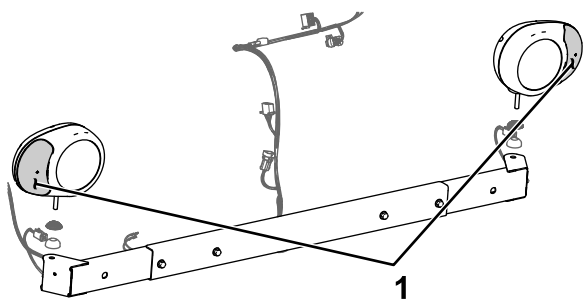

Figura 13
1. Alinee los focos de trabajo derecho e izquierdo con las lentes ámbar hacia fuera, según se muestra en Figura 13.